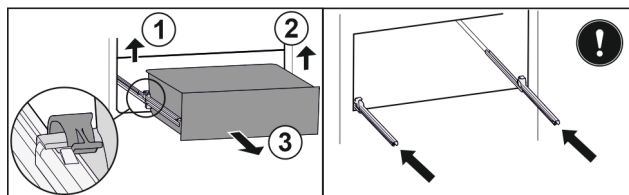

Fig. 41
- Sollevare il morsetto sinistro e allo stesso tempo tirare in avanti il cassetto sinistro. Fig. 41 (1)
- Sollevare il morsetto destro e allo stesso tempo tirare in avanti il cassetto destro. Fig. 41 (2)
- Rimuovere il cassetto tirandolo in avanti. Fig. 41 (3)